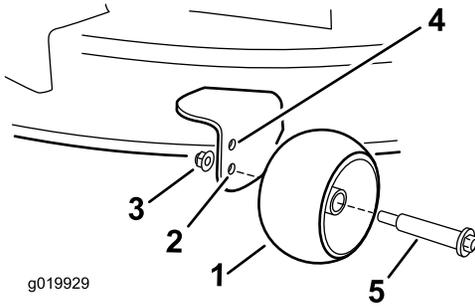

Figure 17
- Trous supérieur – utilisez cette position pour les hauteurs de coupe du tablier de coupe jusqu'à 63mm (2½ po) (Figure 17).
- Trous inférieur – utilisez cette position pour les hauteurs de coupe du tablier de coupe à partir de 76mm (3 po) (Figure 17).